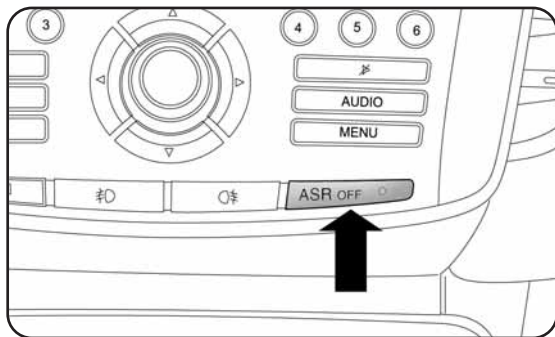

fig. 73
**Inserimento/disinserimento del sistema ASR fig. 73**